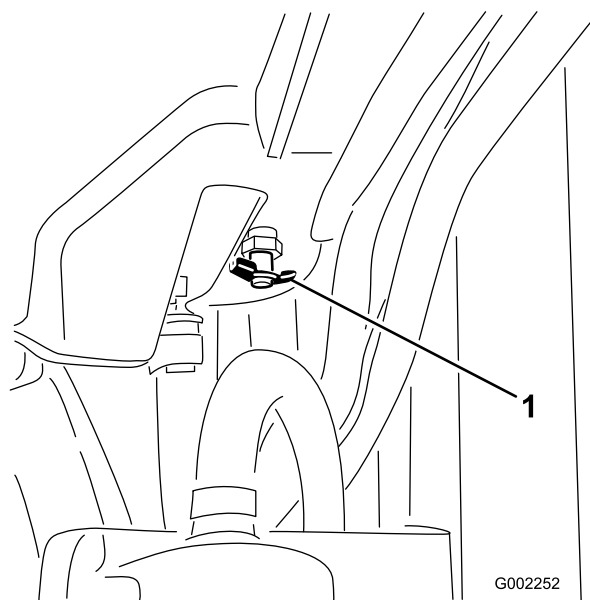

Рисунок 101
4. Откройте сливной кран и слейте охлаждающую жидкость в сливной поддон (Рисунок 101).
5. Закройте сливной кран (Рисунок 101).